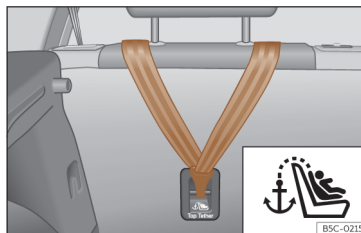
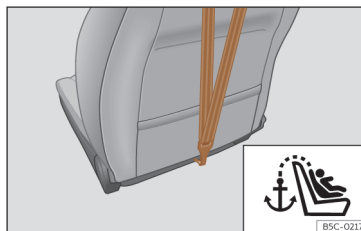

**Fig. 42** Parte posterior dos bancos traseiros: fixação para o cinto Top Tether.
**Fig. 43** Parte posterior do encosto do banco do passageiro: fixação para o cinto Top Tether (não está disponível em todos os mercados).
As cadeiras infantis com sistema Top Tether incluem uma correia adicional para fixação a um ponto de fixação no veículo. Este ponto de fixação encontra-se na parte traseira do encosto do banco traseiro e do passageiro1) (identificado com o símbolo ) e proporciona maior retenção >>> **Fig. 42,** >>> **Fig. 43.**
- Deslize a correia e fixe-a corretamente na fixação da parte posterior do encosto >>> Fig. 42, >>> Fig. 43.